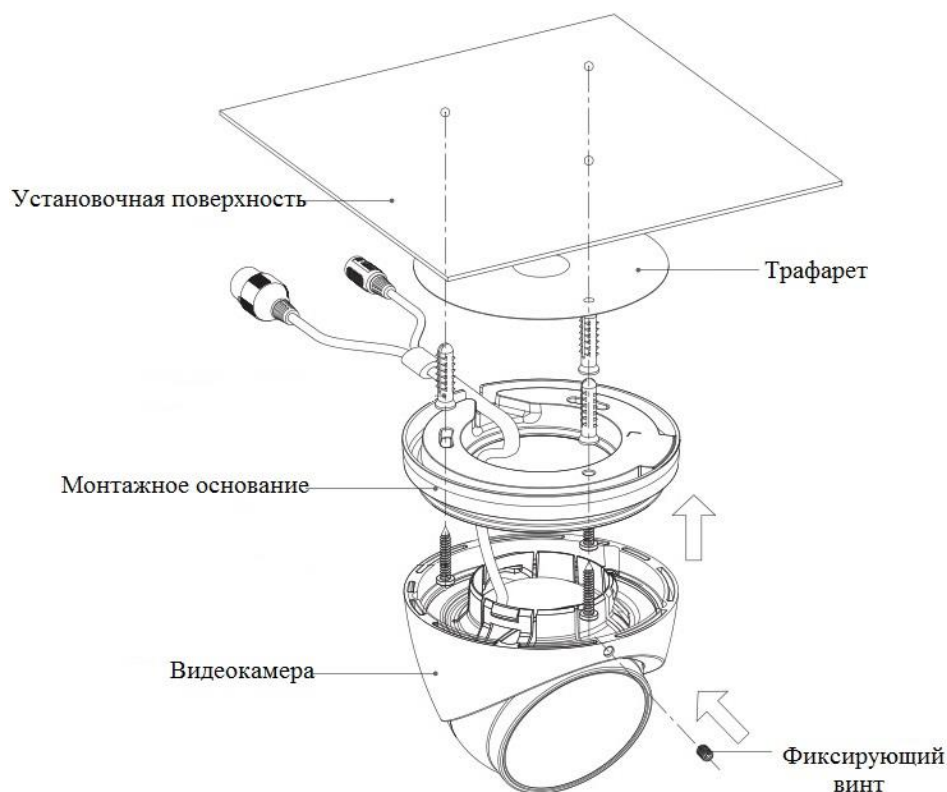

Рисунок 3
3.6 Прикрепите монтажное основание видеокамеры к установочной поверхности. Присоедините корпус видеокамеры к монтажному основанию и поверните объектив видеокамеры на желаемый угол. Вкрутите фиксирующий винт (рис.3).